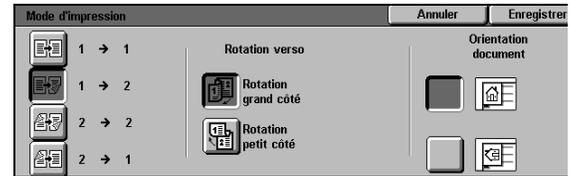

Figure 16 : Option 2 - 1
- **2 - 1** : permet d'obtenir des copies recto de documents recto verso (voir la figure 16). Appuyez sur **Rotation grand côté** pour que les images soient orientées tête-tête ou sur **Rotation petit côté** pour qu'elles soient orientées tête-bêche.